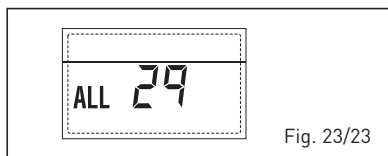

Fig. 23/23
- **ANOMALÍA Sonda RETORNO CALEFACCIÓN "ALL 30" (fig. 23/24)**